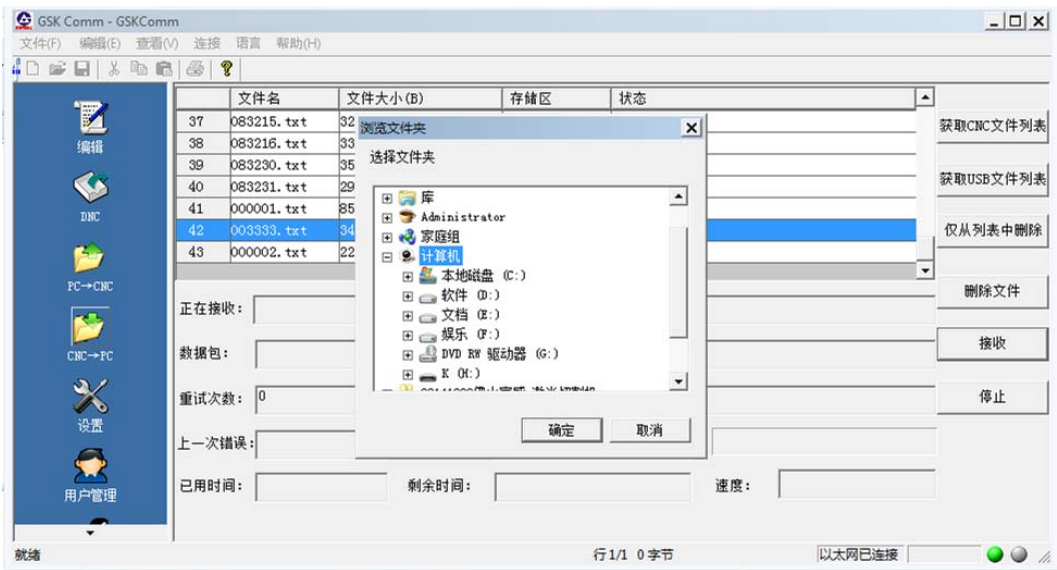

图 11-2-2-6
4、接收文件完成后，文件列表项状态栏显示“已接收”。如图11-2-2-7。